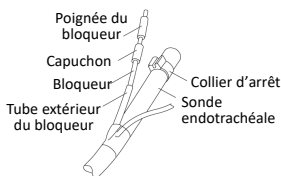

Fig.6
1. Déplacer le capuchon et (si nécessaire) le faire tourner pour le placer sur le tube extérieur du bloqueur (Fig. 6).